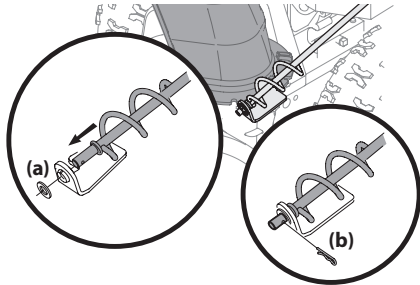

Figure 2-11
9. Retirez le bouchon en plastique (si équipé), la rondelle plate (a) et la goupille-épingle (b) de l'extrémité de la manivelle de la goulotte. Voir la Figure 2-11.